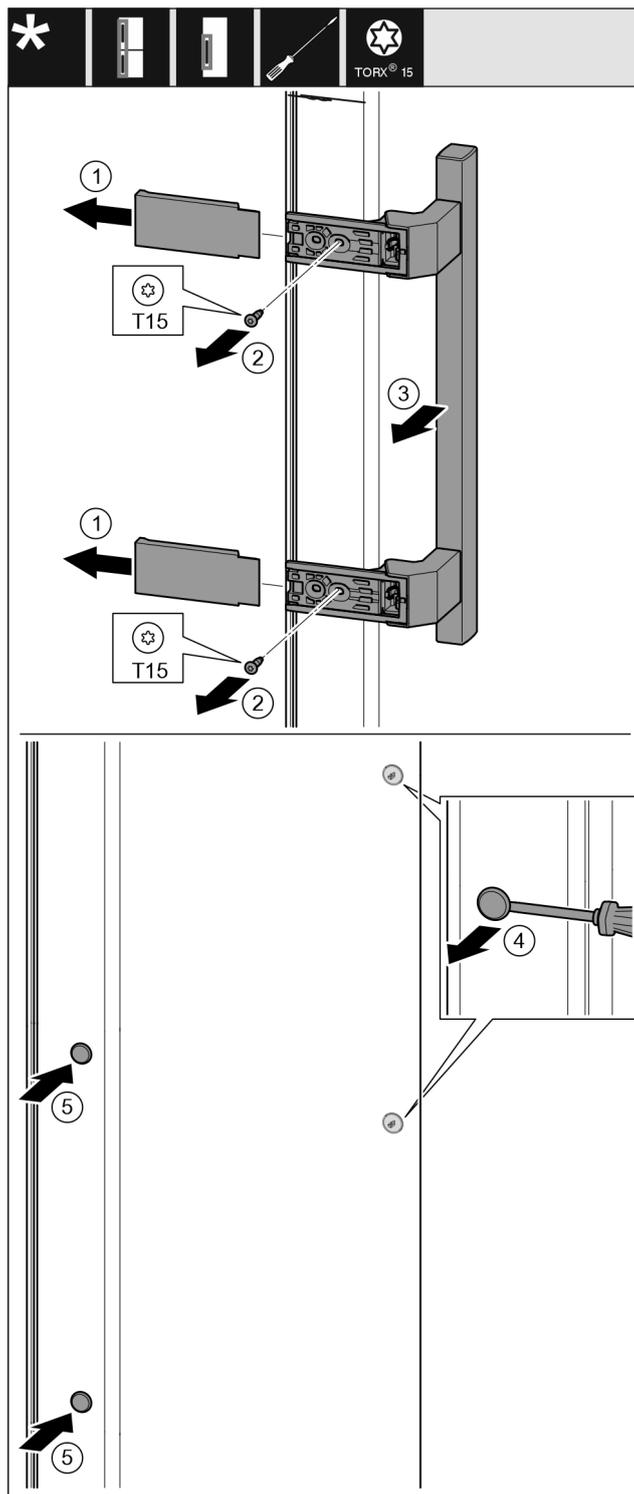

Fig. 14
- Rimuovere la copertura. Fig. 14 (1)
- Svitare le viti con un cacciavite Torx 15. Fig. 14 (2)
- Rimuovere la maniglia. Fig. 14 (3)
- Sollevare il tappo laterale con cautela con un cacciavite a taglio e estrarlo. Fig. 14 (4)
- Reinserrire il tappo sull'altro lato. Fig. 14 (5)